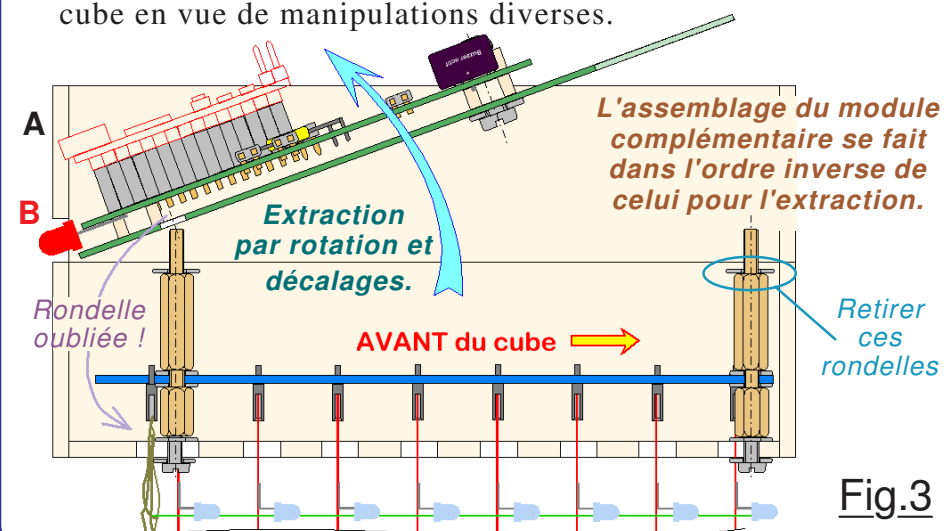

Fig.3
- 7) Ensemble posé contre le cube, extraire le connecteur DIL à 40 broches comme précisé en Fig.3 au verso de la fiche **Assemblage initial du cube et le placer immédiatement sur une protection.**